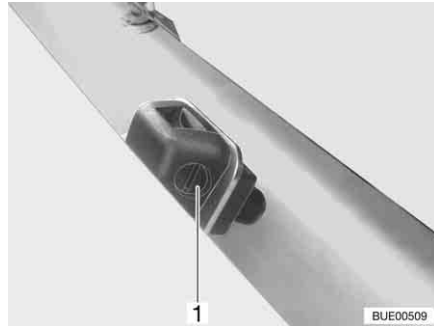

Fig. 40 Boquillas de limpiaparabrisas
- Girar el tornillo de ajuste (Fig. 40,1) con un destornillador apropiado hasta que se alcance la posición deseada.